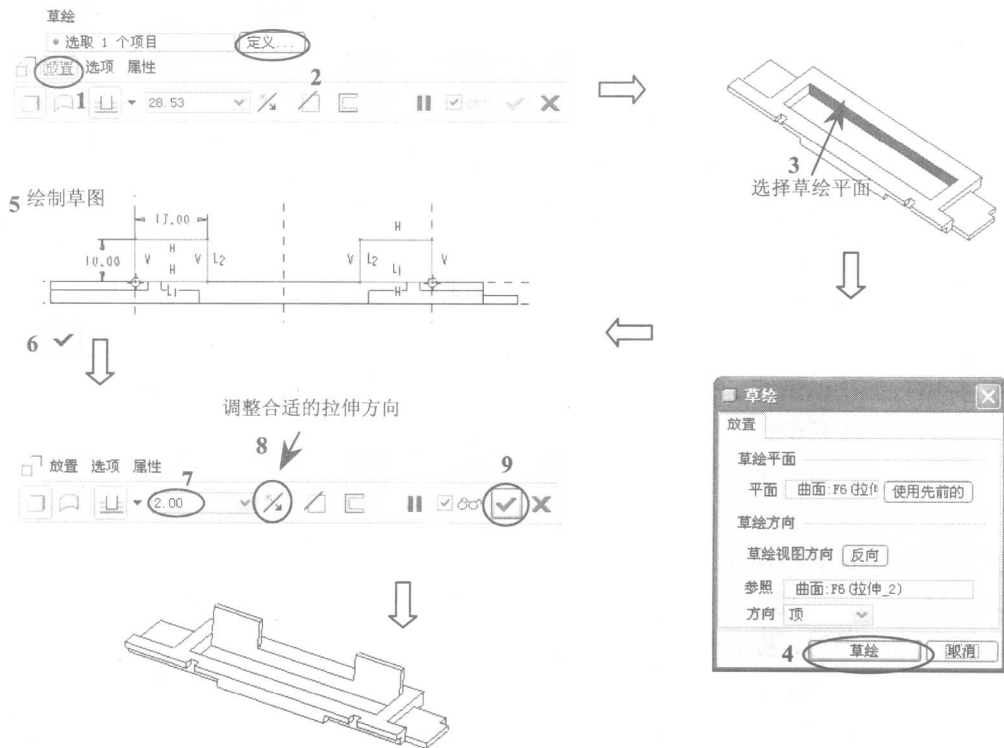

图 1-72 创建拉伸特征
(1) 在【基础特征】工具条中单击【拉伸】按钮，弹出【拉伸】操控板，然后根据图 1-72 所示进行操作。